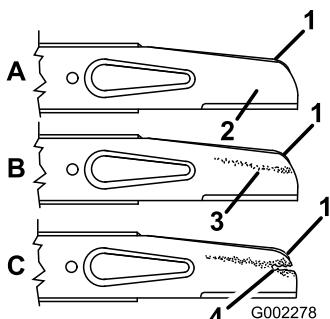

**Figure 31**
4. Basculez la tondeuse sur le côté **gauche** (filtre à air en haut) (Figure 31).